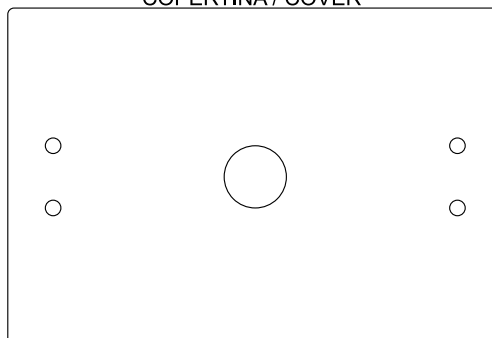

FIG 1
- 1 Svitare le due viti laterali ed abbassare il rosone, fig 1.
- 1 *Unscrew the two side screws and lower the canopy, fig 1.*